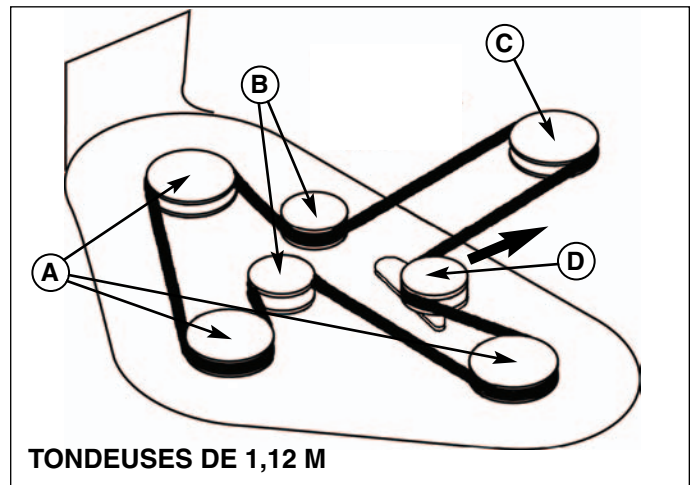

Figure 10. Cheminement de la courroie de tondeuse
3. Ramenez en tirant la poulie de tension (D, Figure 10) dans la direction indiquée par la flèche, et enlevez la courroie de tondeuse de la poulie de prise de force (C).
7. Tirez en arrière la poulie de tension (D, Figure 10) dans la direction indiquée, et installez la courroie sur la poulie de prise de force comme montré en Figure 10.